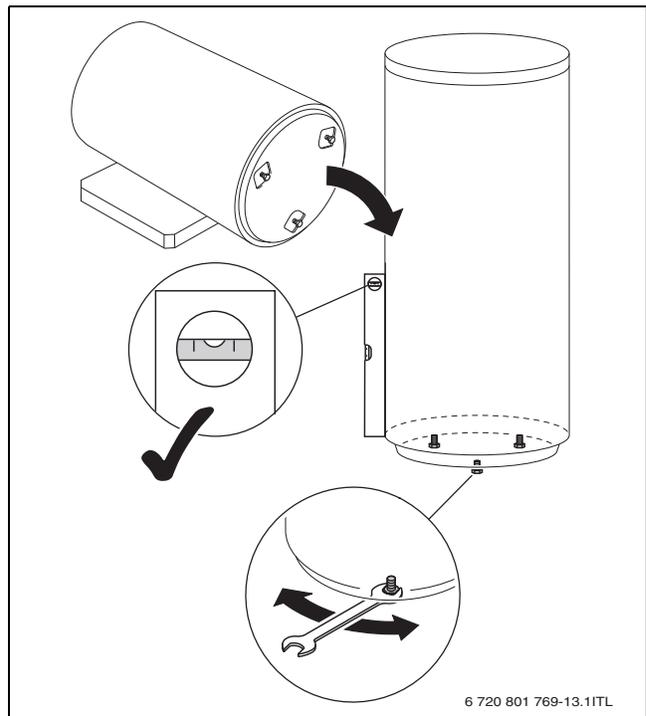

Fig. 8 Mise en place du ballon d'eau chaude sanitaire
- ▶ Poser le ballon sur un sol plan et résistant (→ fig. 8).
- ▶ Positionner le ballon verticalement au moyen des pieds réglables (→ fig. 8).